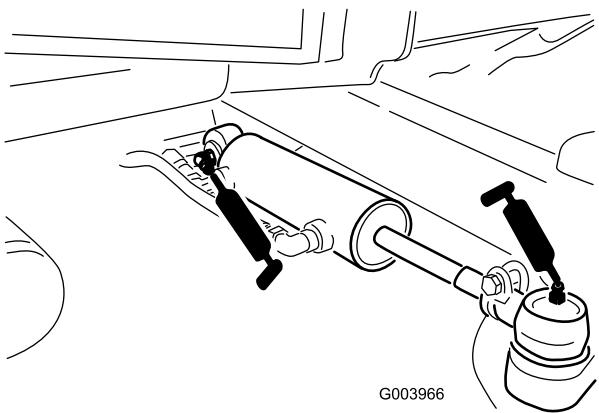

Figura 56
- Articulaciones esféricas del cilindro de dirección (2) (Figura 56)